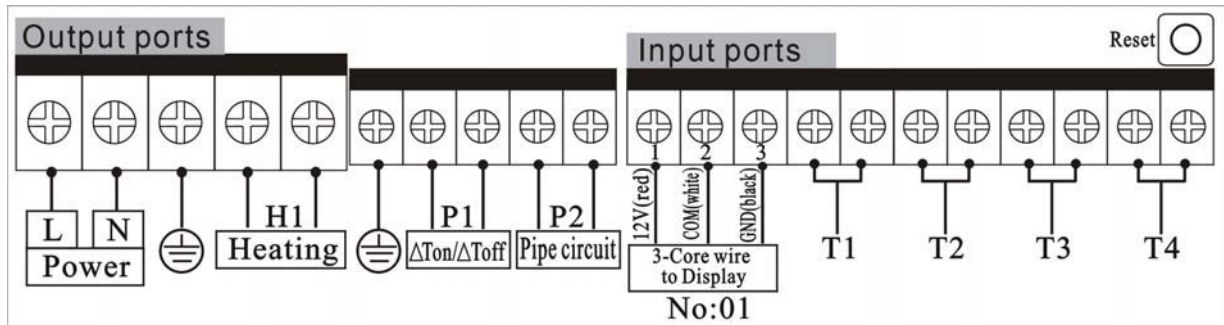

Imagen 7
**• Conexión de los terminales (ver imagen 7)**